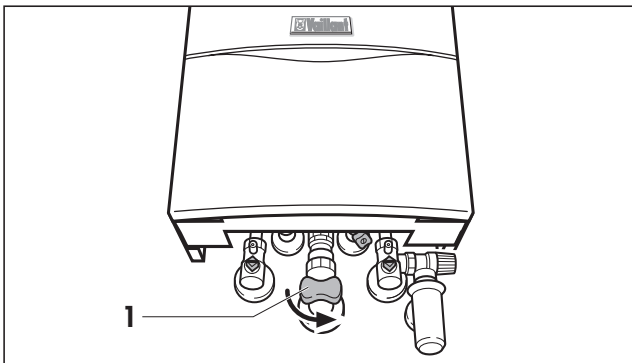

Fig. 2.1 Închiderea robinetului de gaz
- se închide robinetul pentru blocarea gazului (1) al aparatului (fig. 2.1) și robinetul principal